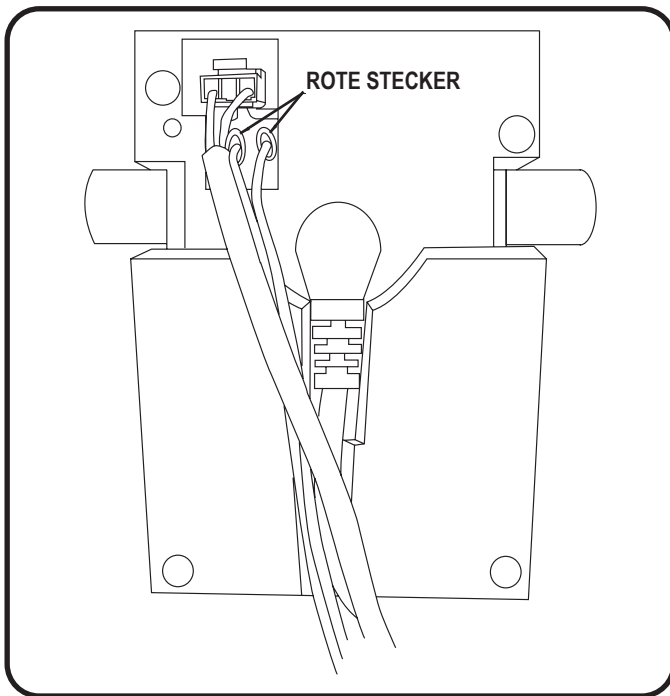

Abbildung 5.2 Sicherheitsschalterstecker
2. Wenn die Motoren nicht synchron sind, ziehen Sie einen der beiden roten Stecker des Sicherheitsschalters von der Motorsteuerbox ab (**Abb. 5.2**).
4. Stecken Sie den roten Stecker des Sicherheitsschalters wieder in die Motorsteuerbox (**Abb. 5.2**).